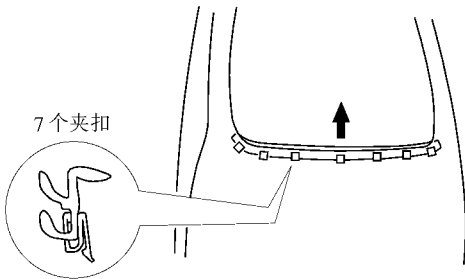

图 17-37 拆下前车门玻璃内密封条
(13) 拆下前车门玻璃内密封条。向上拆下密封条，如图 17-37 所示。